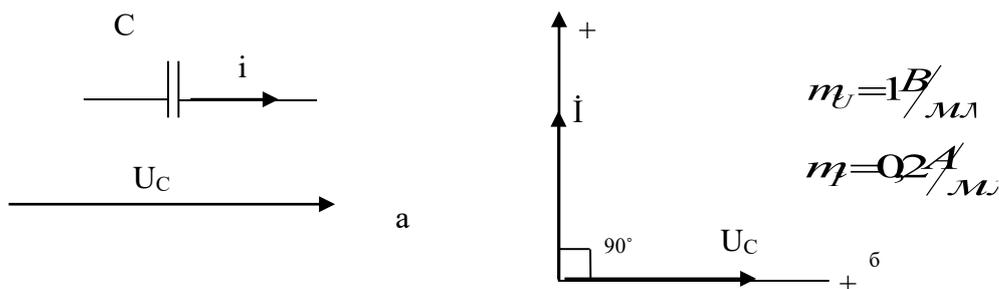

Рисунок 6 – Условное графическое изображение емкостного элемента (а) и векторная диаграмма тока и напряжения (б) ёмкостного элемента и конденсатора
На емкостном элементе ток (I) всегда опережает по фазе напряжение ( $U_c$ ) на  $90^\circ$  (рисунок 6,б).
Конденсатор не потребляет от сети активной мощности, в нём не происходит необратимого преобразования электрической энергии в другие её виды, а лишь осуществляется обратимое преобразование электрической энергии в энергию электрического поля. Поэтому конденсатор замещается только ёмкостным элементом. Векторная диаграмма тока и напряжения на конденсаторе аналогична векторной диаграмме ёмкостного элемента (рисунок 6,б).